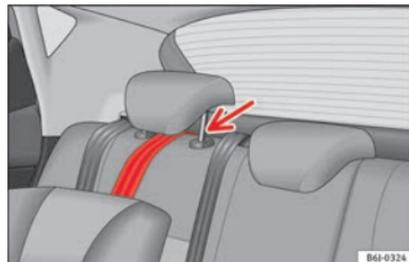

Fig. 27 Sangle de fixation : réglage et montage corrects.
- Placez la sangle sous l'appuie-tête de la banquette arrière » fig. 27 (soulevez l'appuie-tête si nécessaire).